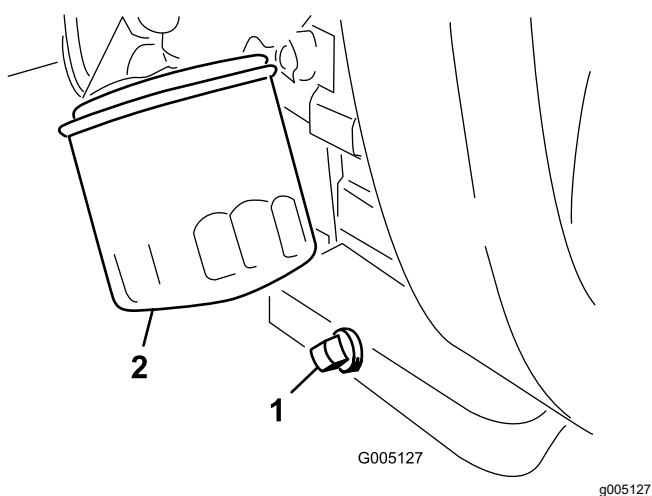

図 42
1. ドレンプラグ 図 42 を外してオイルを容器に受けける。
2. ドレンプラグのねじ山をきれいにして PTFE シーラントを巻き付ける図 42。
3. オイルフィルタ図 42を外す。